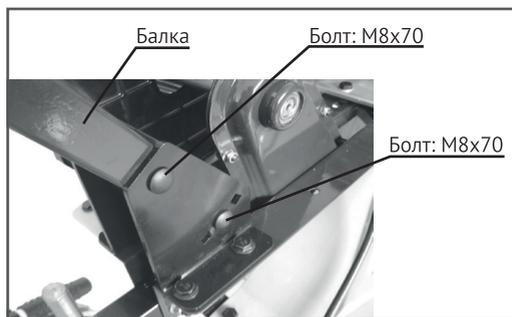
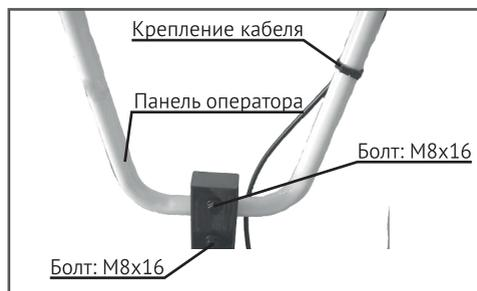

Рис.5
Рис.6
- Для установки панели оператора сначала закрепите консоль при помощи болтов М8х70 (Рис.5), затем прикрепите панель оператора к консоли при помощи болтов М8х16 (Рис.6).